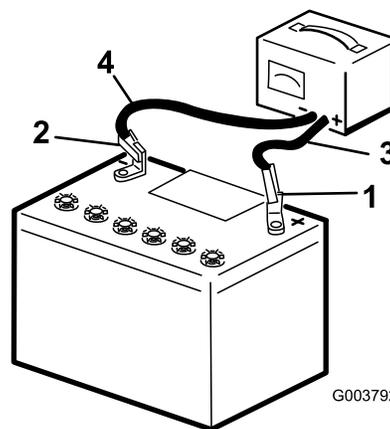

Рисунок 50
2. Заряжайте аккумуляторную батарею током от 3 до 4 А в течение 4 – 8 часов (Рисунок 50). Не допускайте избыточного заряда аккумулятора.
электророзетки, а затем отсоедините провода зарядного устройства от штырей аккумулятора (Рисунок 50).